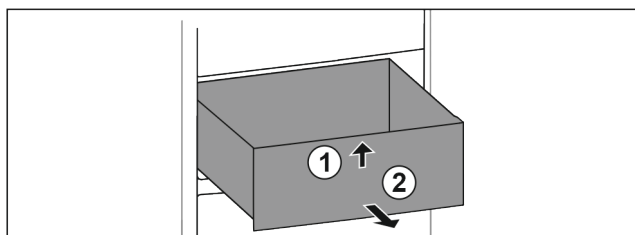

Fig. 191
- ▶ Podignite ladicu sprijeda. Fig. 191 (1)
- ▶ Izvadite ladicu prema naprijed. Fig. 191 (2)